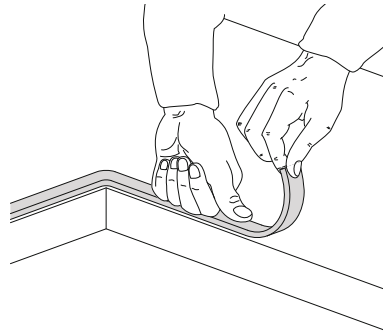

Fig.4: posizionamento della guarnizione isolante
- Posizionare accuratamente la guarnizione isolante in dotazione sul perimetro esterno del foro praticato nel piano top, cercando di farla aderire su tutta la sua superficie con una leggera pressione delle mani [Fig.4].